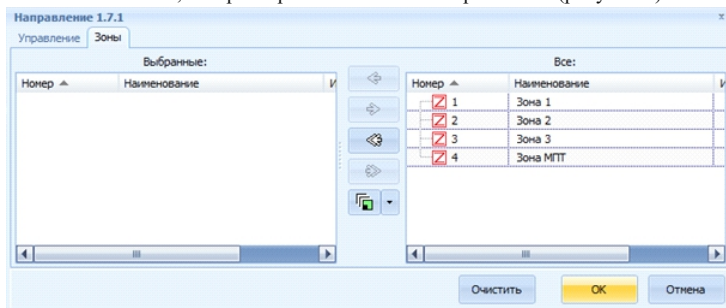

Рисунок 8
7.2 Для настройки индикатора «Пожар» следует выбрать зоны со сценарием типа пожаротушение или устройствами МПТ или НС, которые приписываются к направлению (рисунок 8).